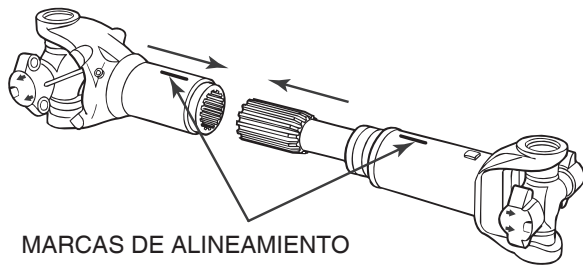

Figura 4.22
6. Alinee el yugo deslizante y el eje estriado con las marcas de alineamiento que usted ha hecho durante el desmontaje. Figura 4.22.
7. Instale el eje estriado en el yugo deslizante hasta que las estrías estén completamente acopladas. Figura 4.22.